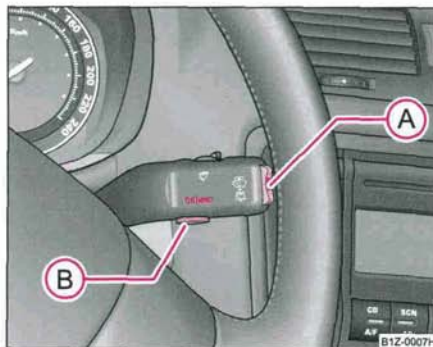

Fig. 6 Indicateur multifonctions: Eléments de commande
La modification de la mémoire se fait au moyen de la touche (B) $\Rightarrow$ fig. 6.
L'interrupteur (A) et la touche (B) se trouvent dans la poignée de la manette des essuie-glaces $\Rightarrow$ fig. 6.
Vous devez effacer la mémoire avec la touche **(B)** ⇒ page 19, fig. 6 et recommencer la mesure si vous souhaitez connaître la consommation de carburant moyenne durant une période bien précise. Après l'effacement des traits apparaissent sur le visuel durant les 100 premiers mètres.
d'un moment bien précis, effacez alors la mémoire juste à ce moment-là en appuyant sur la touche **(B)** ⇒ page 19, fig. 6.
La vitesse moyenne en km/h depuis le dernier effacement de la mémoire apparaît sur le visuel ⇒ page 18. Vous devez effacer la mémoire avec la touche **(B)** ⇒ page 19, fig. 6 et recommencer la mesure si vous souhaitez connaître la vitesse moyenne durant une période bien précise.
La durée du trajet depuis le dernier effacement de la mémoire apparaît sur le visuel ⇒ page 18. Si vous souhaitez compter la durée du trajet à partir d'un moment bien précis, effacez alors la mémoire juste à ce moment-là en appuyant sur la touche **(B)** ⇒ page 19, fig. 6.